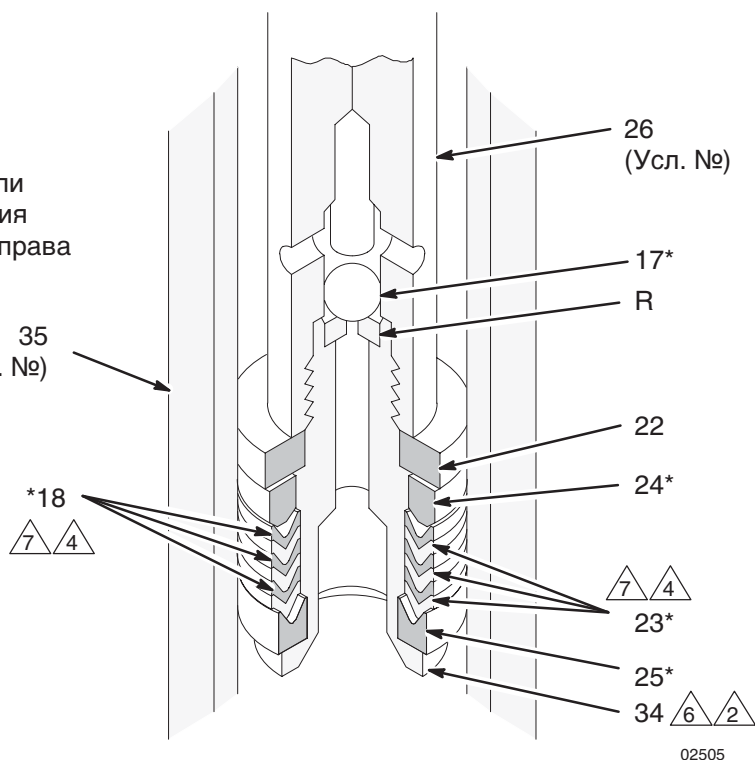

Рис. 5
При разборке насоса раскладывайте детали в порядке их снятия, чтобы облегчить последующую сборку. См. Рис. 5.
2. Отвинтите корпус впускного клапана (33) от корпуса выхода (35). Если снятие затруднено, нанесите пропиточное масло спринцовкой на резьбу и *слегка* постучите по окружности корпуса клапана пластмассовым молотком, чтобы ослабить его. См. Рис. 5.
3. Снимите шпильку (29) шарового упора, извлеките фиксатор (31) кольцевого уплотнения, кольцевое уплотнение (30), направляющую (32) и шар (28) из корпуса (33) впускного клапана.
4. Ослабьте гайку уплотнения (36). Сдвиньте шток поршня (26) как можно ниже, затем извлеките его через нижнюю часть корпуса выхода (35).
5. Зажмите фаски штока поршня (26) в тисках. Вывинтите палец поршня (34) из штока. Снимите шар (17), фиксатор (22), уплотнения (18, 23) и сальники (24, 25).
6. Снимите гайку уплотнения (36), извлеките уплотнения горловины (18, 23) и сальники (24, 25) из корпуса выхода (35).
7. Осмотрите все детали на наличие повреждений. Перед повторной сборкой очистите все детали и резьбу с помощью подходящего растворителя. Осмотрите полированные поверхности штока поршня (26) и гильзы (20) на наличие царапин, задиров и иных повреждений, способных привести к преждевременному износу уплотнения и к утечкам. Для проверки проведите пальцем по поверхности или осмотрите ее на свет, держа деталь под углом. Убедитесь, что на седлах шара на поршне (R) и корпусе впускного клапана (S) нет вмятин или сколов. Замените изношенные или поврежденные детали.
1. Смажьте уплотнения горловины и установите их в корпус выхода (35) поочередно в следующем порядке; *кромки v-образных уплотнений должны быть направлены вниз*: уплотнение с выступом (24\*), одно кожаное v-образное уплотнение (18\*), одно тефлоновое (23\*), затем снова одно кожаное (18\*), одно тефлоновое (23\*), одно кожаное (18\*) и одно тефлоновое (23\*), и наконец уплотнение с выемкой (25\*). Установите гайку уплотнения (36), не затягивая ее. См. детали уплотнения горловины на Рис. 5.
2. Если гильза (20) снималась, снова установите ее в корпус выхода (35); не забудьте заменить прокладку (19\*). *Убедитесь, что конусообразный конец гильзы направлен вниз ко входу насоса.*
3. Смажьте уплотнения поршня и поочередно установите их на палец поршня (34) в следующем порядке; *кромки v-образных уплотнений должны быть направлены вверх*: уплотнение с выемкой (25\*), одно тефлоновое v-образное уплотнение (23\*), одно кожаное (18\*), затем снова одно тефлоновое (23\*), одно кожаное (18\*), одно тефлоновое (23\*) и одно кожаное (18\*), и наконец уплотнение с выступом (24\*) и фиксатор уплотнения (22). См. детали уплотнения поршня на Рис. 5.
4. Нанесете герметик для резьбы на палец поршня (34). Установите шар поршня (17\*) на поршень и винтите поршневой клапан в сборе в шток поршня (26). Затяните его усилием в 74–88 Нм.
5. Пропустите шток поршня (26) через нижнюю часть корпуса выхода (35); будьте осторожны, чтобы не поцарапать гильзу (20). Перемещайте шток прямо вверх, пока он не выступит из гайки уплотнения (36).
6. Установите шар (28\*), направляющую (32), кольцевое уплотнение (30\*), фиксатор (31) и шпильку (29) шарового упора в корпус (33) впускного клапана. Нанесите герметик для резьбы и винтите корпус входа в корпус выхода (35). Затяните его усилием в 74–88 Нм.